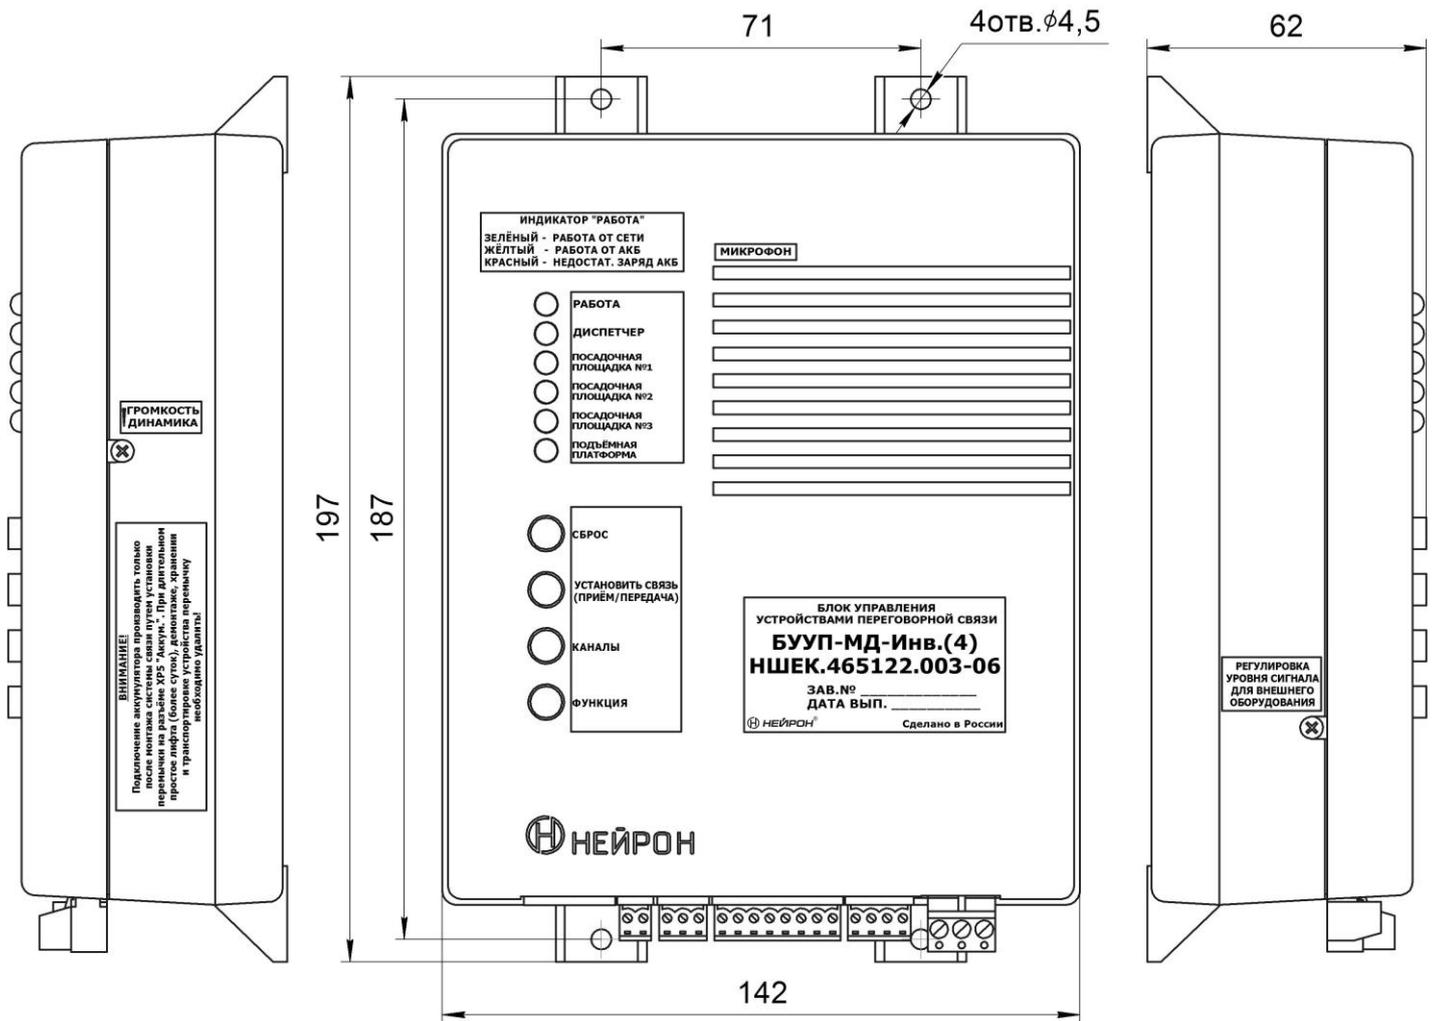
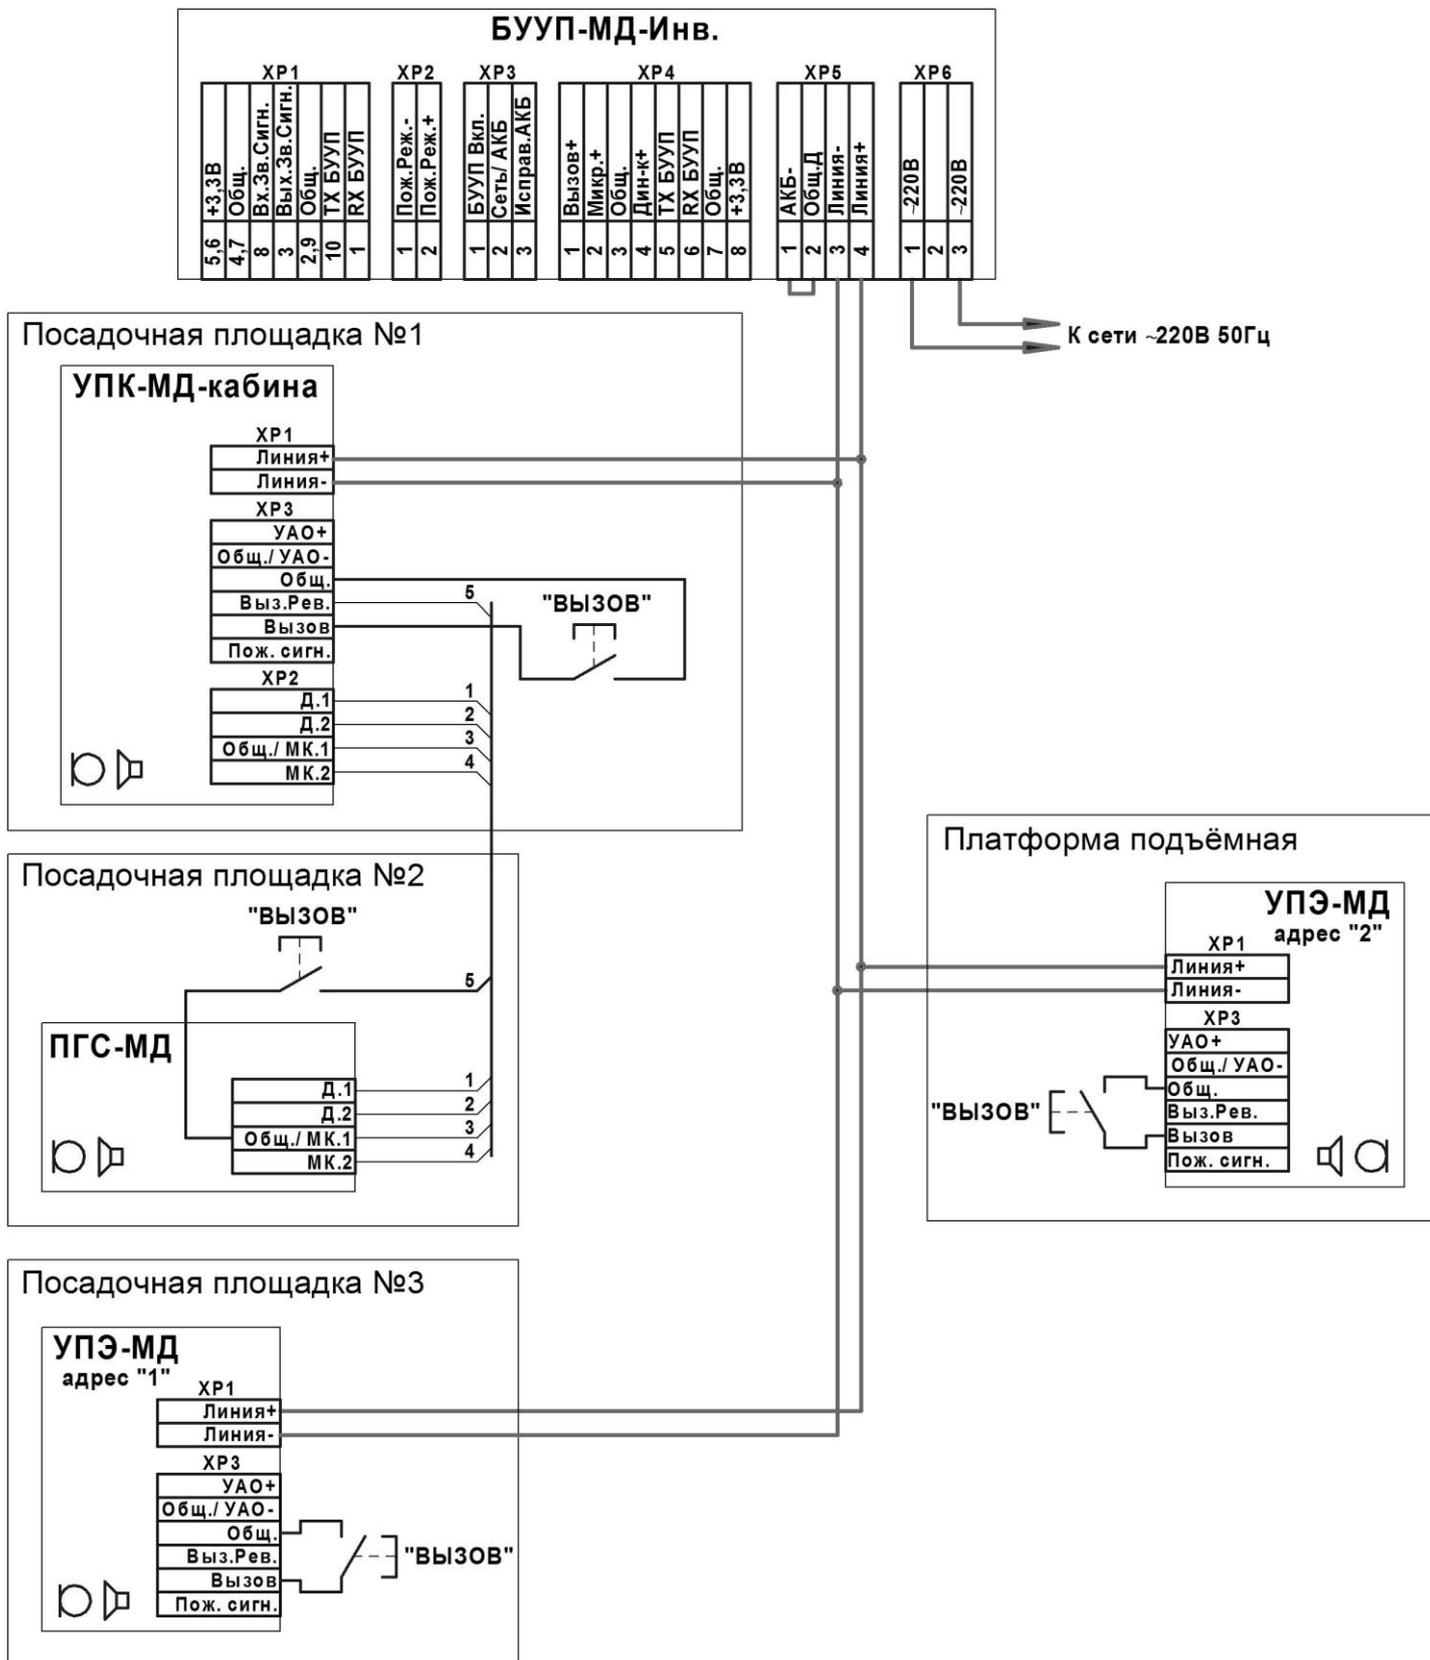

Рис.1 Внешний вид Блока управления устройствами переговорными БУУП-МД-инв.(4) НШЕК.465122.003-06
Рис.3 Схема подключения Блока управления устройствами переговорными
Внешний вид Блока управления устройствами переговорными БУУП-МД-инв.(4) показан на рис.1 и 2 Приложения. Схема подключения блока БУУП-МД-инв.(4) приведена на рис.3 Приложения.